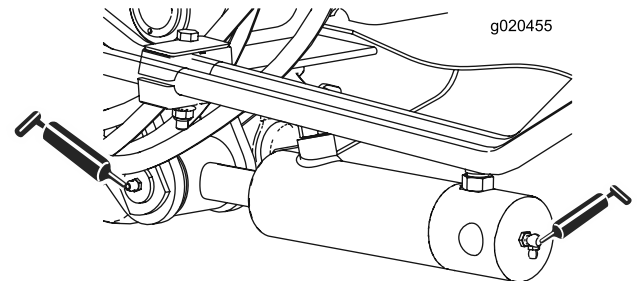

Bild 79
- Zwei (an jeder Seite) Hubarm-Zylinderbüchsen (Bild 79)